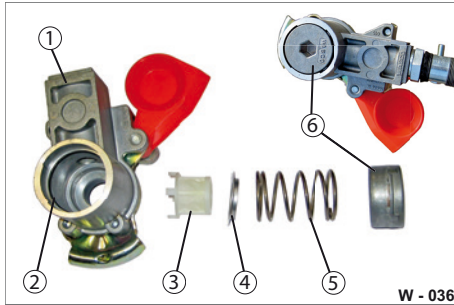

Abb. 36 Kupplungskopf zerlegt
- ▶ Drücken Sie den Deckel (Abb. 36/6) mit einem Innensechskant, bis zum Anschlag in das Gehäuse (Abb. 36/1) ein. Drehen Sie den Innensechskant um 90°. Deckel öffnet sich.
- ▶ Entnehmen Sie die Feder (Abb. 36/5), den Metallring (Abb. 36/4) und den Filter (Abb. 36/3) aus dem Gehäuse.
- ▶ Prüfen Sie die Dichtung (Abb. 36/2) auf Beschädigungen, Vorhandensein. Ersetzen Sie beschädigte Dichtungen.